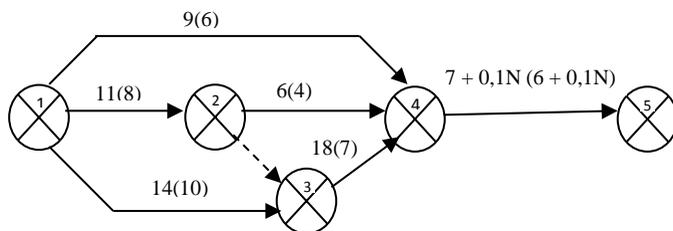

Рис. 3.24. Сетевой график выполнения комплекса работ
1. Комплекс работ по организации рекламной компании предприятия представлен сетевым графиком (рис. 3.24).